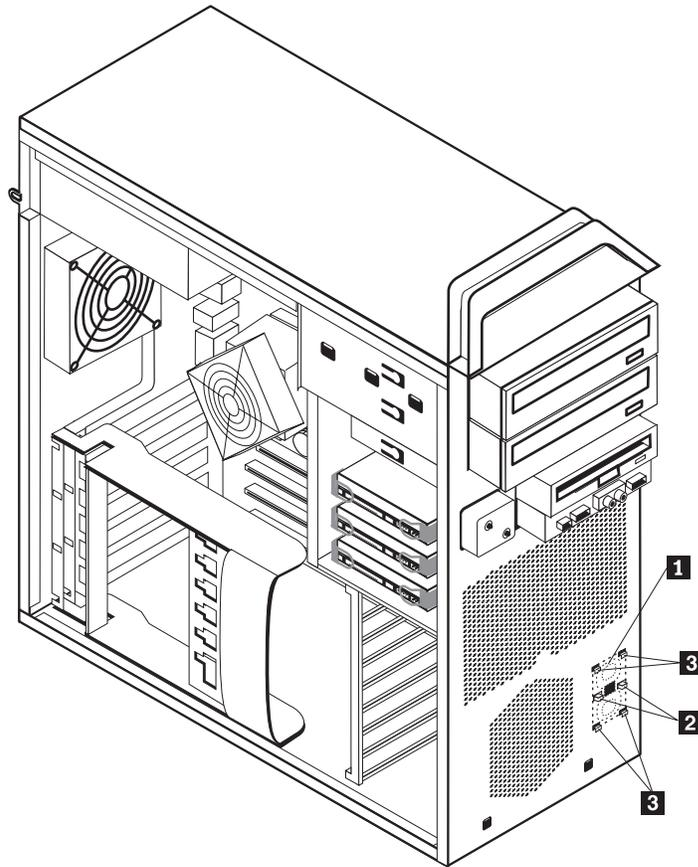

図 28. 内蔵スピーカーの取り外し
5. 先の丸い器具 (ボールペンの先端など) を使用して、内蔵スピーカー固定タブ **2** の 1 つを解除し、固定タブが解除されたままになるまでスピーカー **1** のその側面を上方にスライドさせます。次に、もう一方の内蔵スピーカー固定タブを解除し、内蔵スピーカーが解放されるまでスピーカーを上方にスライドさせます。図 28を参照してください。